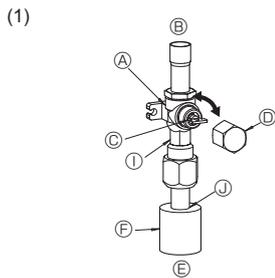

Fig. 4-6
- (1) Πλευρά αερίου (Fig. 4-6)